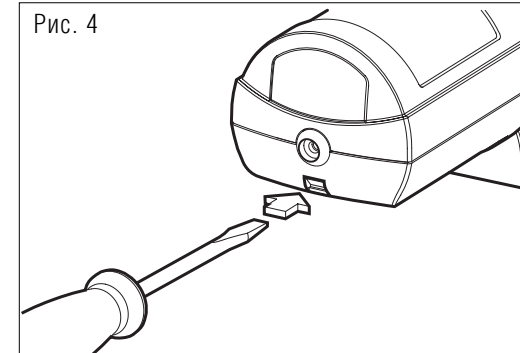

Рис. 4
1. Снять крышку извещателя, вставив отвертку в паз основания и надавить на зацеп (7) (рис.4).